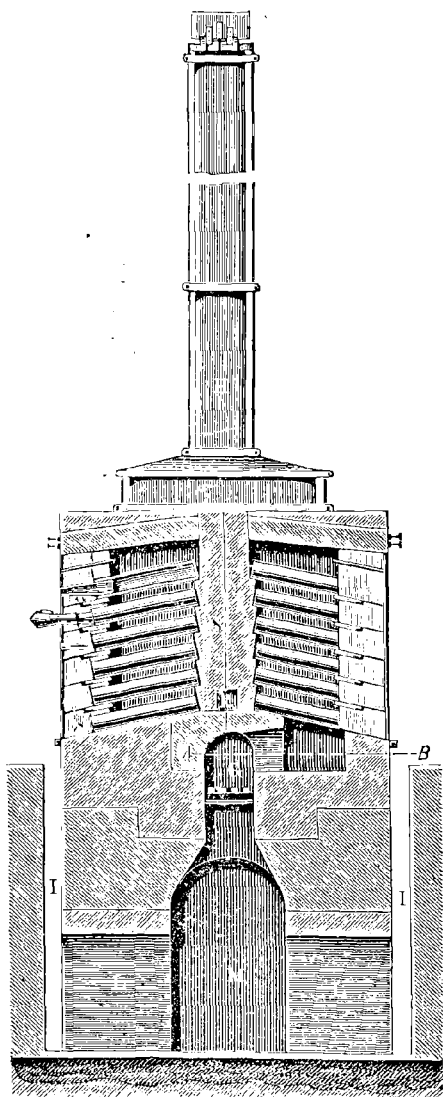

Fig. 12, Four belge.
**Métallurgie.** — La blende est chauffée au contact de l'air (fig. 12). Il se dégage du gaz sulfureux et il reste un oxyde de zinc, que l'on traite par le charbon.